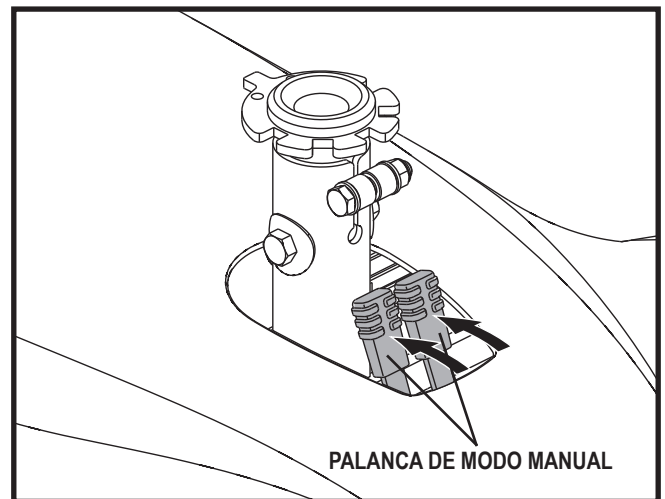

Figura 6. Modo manual (motor desactivado)
3. Empuje las palancas hacia abajo para desactivar los motores (modo manual). **Ver figura 6.**